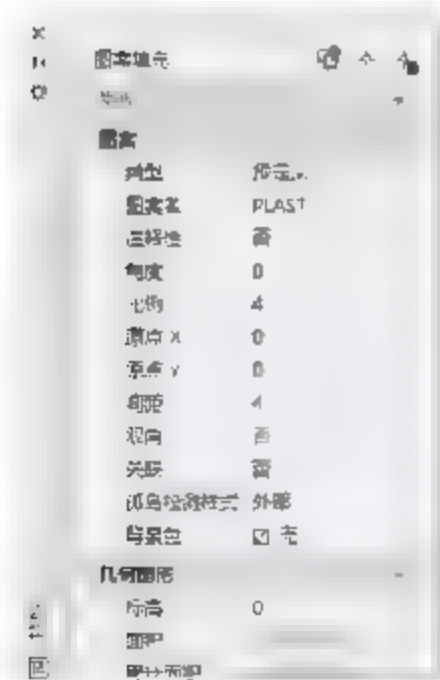

图4-143 【特性】选项板
- 快捷键：选择填充图案，按Ctrl+1快捷键，弹出【特性】选项板，如图4-143所示。